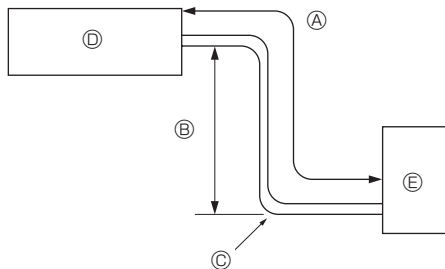

Fig. 2-1
2.1. Սառնագենտի խողովակաշար (Fig. 2-1)